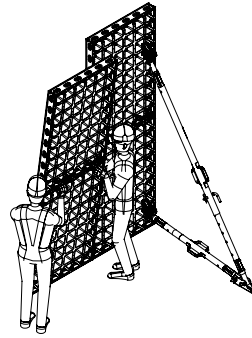

Fig. B1.05
5. Accostare la seconda coppia di pannelli. (Fig. B1.05)